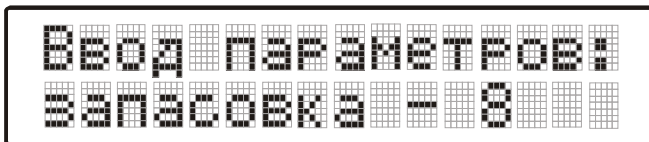

Рисунок 8 — Отображение введенной кратности запасовки на дисплее
Последовательно нажимая кнопку «Запасовка» (11), введите фактическую кратность запасовки полиспаста, контролируя правильность ввода по показаниям дисплея (рисунок 8) и светодиодных индикаторов (16-19).